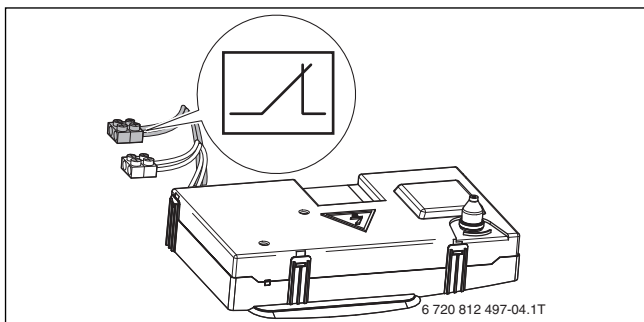

Рис. 17 Подключение реле контроля давления газа.
- ▶ Подключите реле контроля минимального давления газа непосредственно к клеммам (→ рис. 17, стр. 22).